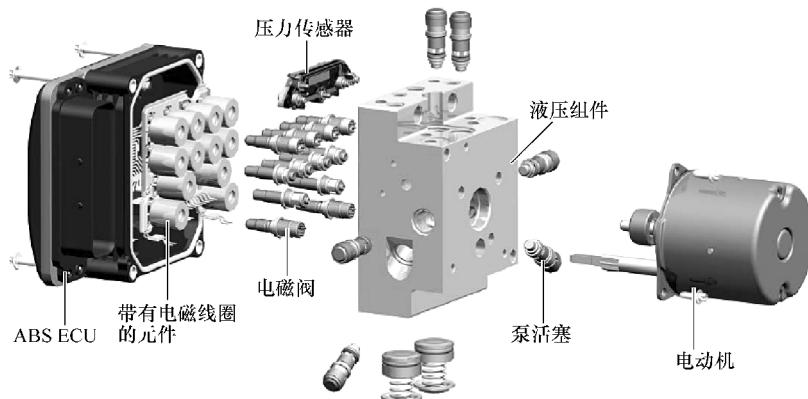

图 8-4 分解电磁阀
- 2) 将压力调节器与 ABS ECU 拆开并将其分解, 如图 8-4 所示。